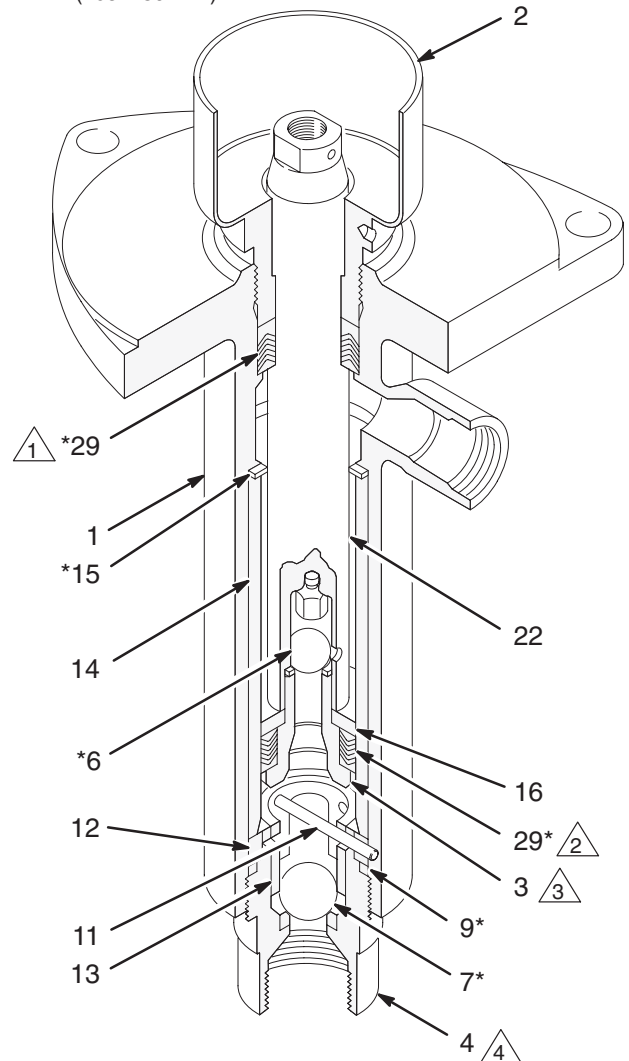

Fig. 1
2. Desserrer l'écrou de chapeau de cylindre (2). Désolidariser le bas de pompe et moteur (Voir manuel accompagnant la pompe).
3. Dévisser le carter de clapet d'entrée (4) du corps de pompe (1). Voir Fig. 1. Noter dans quel jeu de trous la goupille arrêtoir de bille (11) s'engage, puis démonter et nettoyer les pièces du clapet.
4. Pousser vers le bas la tige de connexion (22) jusqu'à ce que les méplats du piston (3) se dégagent du corps de pompe (1). Extraire le sous-ensemble piston et tige de connexion bien dans l'axe du corps de pompe, en faisant très attention à ne pas endommager la tige ni le corps de pompe.
6. Déposer le chapeau de garnitures de tige de piston (2). Déposer les garnitures en V et le presse-étoupe du corps de pompe.
7. Nettoyer toutes les pièces avec soin, et les examiner à la recherche de traces d'usure, de rayures ou autres détériorations. S'assurer que les sièges de bille du clapet de piston (3) et du carter de clapet d'entrée (4) ne sont ni rayés ni entaillés. Remplacer toute pièce usée ou endommagée pour avoir la certitude que la pompe ne fuira pas. Toute rayure ou irrégularité de surface de la tige de connexion (22) ou des parois internes polies de la chemise (14) peuvent entraîner une usure prématurée des garnitures, ainsi que des fuites. Vérifier ces pièces en passant un doigt sur les surfaces concernées, ou en examinant les pièces en lumière rasante. Si l'une ou l'autre de ces pièces est usée ou rayée, la remplacer.
5. Mettre en place la rondelle (16) et la bille (6\*) dans le piston, appliquer du liquide d'étanchéité pour filetages et visser le sous-ensemble piston sur la tige de connexion (22). Serrer au couple de 150 à 175 ft-lb (203 à 237 N.m). Voir Fig. 1.
6. Lubrifier la tige de connexion (22). Avec précaution, insérer la tige, en la guidant, dans l'orifice inférieur du corps de pompe (1) et le pousser vers le haut à travers les garnitures de haut de cylindre.
7. Mettre en place le joint torique (9\*) et l'arrêt (12) du carter de clapet d'entrée (4). Mettre en place la bille (7\*), le guide de bille (13) et la goupille arrêt de bille (11) dans le carter de clapet d'entrée. S'assurer que la goupille (11) se trouve bien dans le bon jeu de trous. Se reporter au paragraphe Réglage du clapet. Visser tout le sous-ensemble dans le corps de pompe (1) Serrer au couple de 80 à 100 ft-lb (108 à 136 N.m).
9. Appliquer la Procédure de décompression, page 2. Serrer l'écrou de chapeau de cylindre (2) juste assez pour empêcher les fuites, mais pas plus. Utiliser pour cela la clef fournie avec la pompe. Remplir à moitié le chapeau de cylindre avec du TSL ou un solvant compatible.